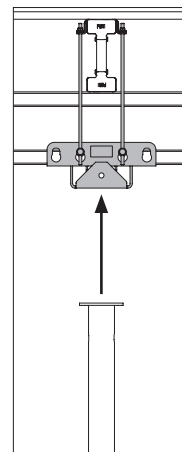

Fig. B2.10b
3. Fissare il puntello per solai con la piastra terminale nei connettori della testa per tavoli TK (26). (Fig. B2.10b)